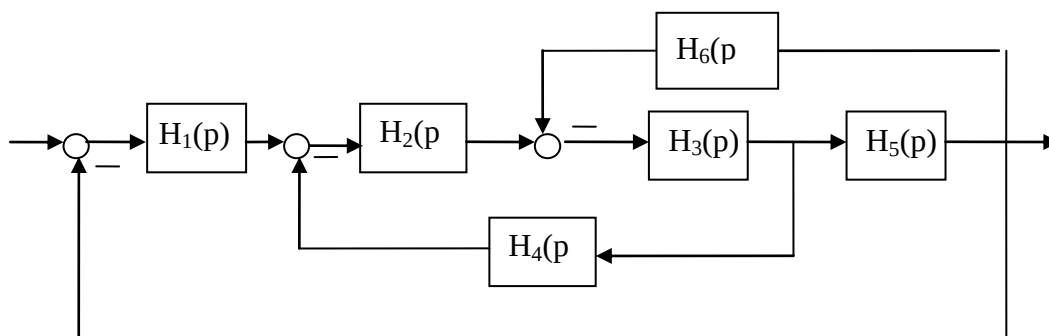

Рис. 1, где $H_1(p)=k_1/(T_1p+1)$, $H_2(p)=k_2/(T_2p+1)$, $H_3(p)=k_3/p$, $H_4(p)=k_4$, $H_5(p)=k_5$, $H_6(p)=k_6 p$.
1. Выполнить структурное преобразование линейной системы (привести её к эквивалентной одноконтурной), которая приведена на рис. 1. Написать выражение для передаточной функции разомкнутой системы.
2. . Определить выражение для расчета средней квадратической ошибки регулирования для системы на рис. 1 при действии возмущения F . Спектральная плотность возмущения